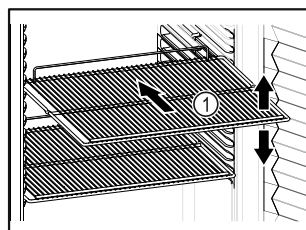

Fig. 61 Exempel
- ❑ Om gallren *Fig. 61 (1)* kan flyttas om ska de anpassas på höjden.